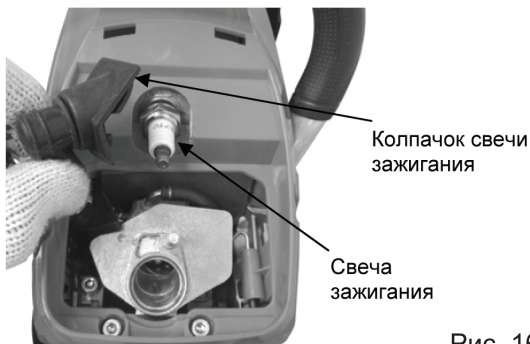

Рис. 16
2. Снимите колпачок свечи зажигания (Рис. 16)